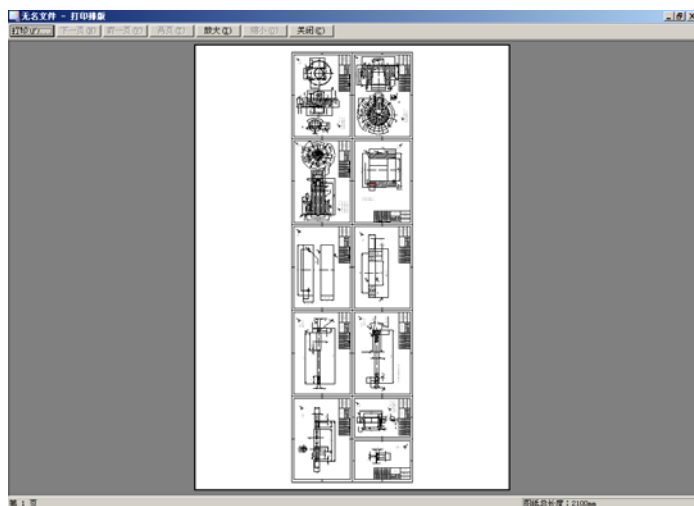

图 14-10 打印预览
- 预显：单击此按钮后系统在屏幕上模拟显示真实的绘图输出效果。（见图 14-10）